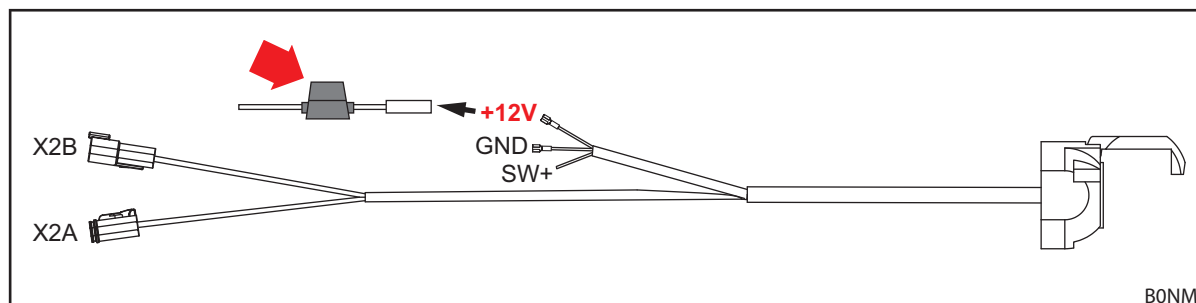

Рис. 53 Кабельный жгут STOLL ISOBUS
- Найдите и проверьте предохранитель (идент. № 0484860, см. красную стрелку на Рис. 53):